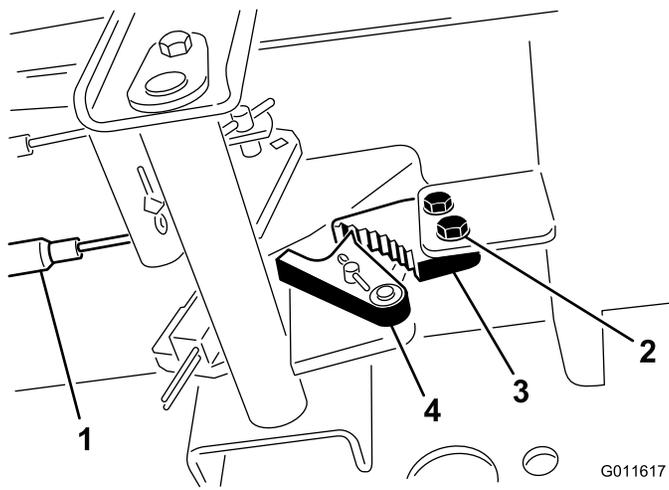

Bild 37
1. Lösen Sie die zwei Schrauben, mit denen die Sperre der Feststellbremse am Rahmen befestigt ist (Bild 37).
2. Drücken Sie das Pedal der Feststellbremse nach vorne, bis der Bremsauslöser ganz an der Bremssperre greift (Bild 37).